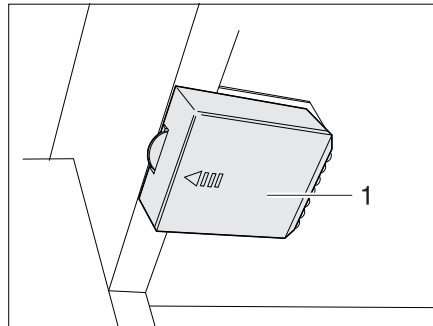

Fig. 298 Lámpara del armario ropero con LED, compartimiento de la batería cerrado
- Deslizar la tapa (Fig. 298,1) en sentido de la flecha.